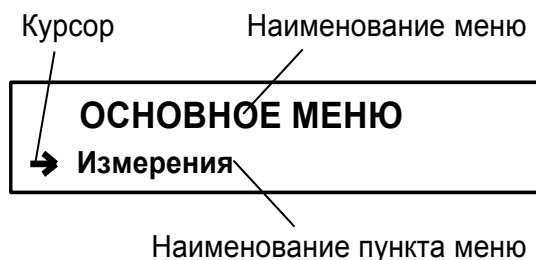

Рис.1. Вид основного меню.
1.1.1. Для управления расходомером с клавиатуры ВП используется многоуровневая система меню (Приложение А), состоящая из основного меню, подменю и окон, содержащих списки команд и параметров. Основное меню (рис.1) имеет неизменный состав. Состав и структура подменю и окон, а также возможности модификации установочных параметров определяются режимом работы расходомера.
сталлического индикатора, и наименований пунктов меню (параметров), которые могут смещаться вверх или вниз (рис.1).